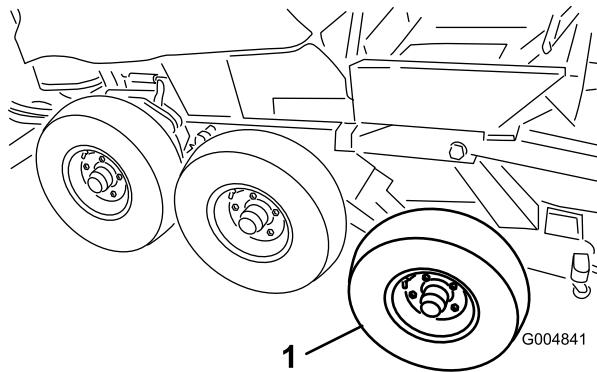

**Figure 51**
15. Branchez le flexible de pression hydraulique au conduit rigide du distributeur et le flexible de réservoir au distributeur (Figure 51).